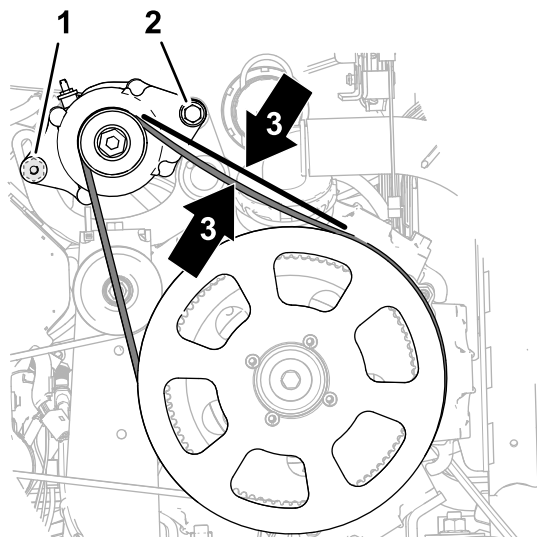

Figura 186
- Ruotate l'alternatore (Figura 186) verso l'alto per aumentare la tensione sulla cinghia fino a misurare 9,5 mm di flessione della cinghia quando applicate 4,5 kg a metà tra la puleggia dell'alternatore e la puleggia motrice di 279 mm.